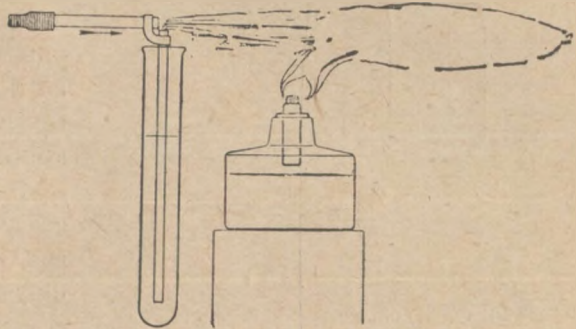

Рис. 182. Опыт, показывающий действие форсунки для нефти.
**Задача 7.** Налейте в пробирку до верха керосина. Опустите в него длинную трубку пульверизатора, к короткой же присоедините каучуковую трубку (рис. 182). Установите спиртовую лампочку на какую-нибудь подставку на столе так, чтобы вокруг не было на расстоянии нескольких метров ничего горячего и ничего, что могло бы испортиться от брызг керосина. Никто не должен стоять напротив. Зажгите лампочку и с силой вдуйте воздух ртом или резиновым баллоном в каучуковую трубку. У вас получится громадное пламя. Если пульверизатор хорошо действует, спиртовую лампочку можно отставить и пламя не будет гаснуть.